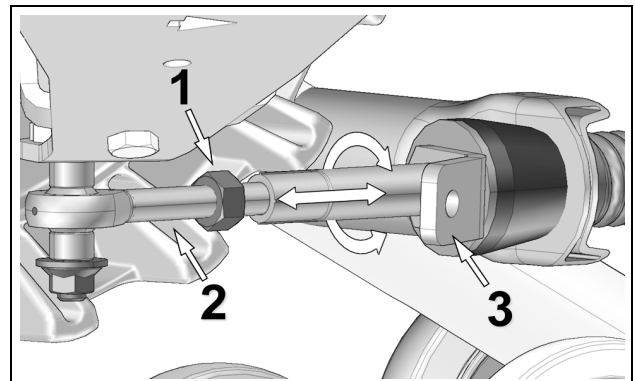

Figure 5
- Desserrer le contre-écrou (1) de l'embout à rotule. Ajuster la longueur de l'embout (2) en tournant le support de limiteur de conduite (3) au bras stabilisateur à l'aide d'une clé jusqu'à l'obtention de l'ajustement de **270 mm** entre la barre plate et le sol. Figure 5.
*NOTE:* Aux systèmes avant, la partie pliée du support de limiteur de conduite (3) doit être positionnée vers l'intérieur du véhicule.